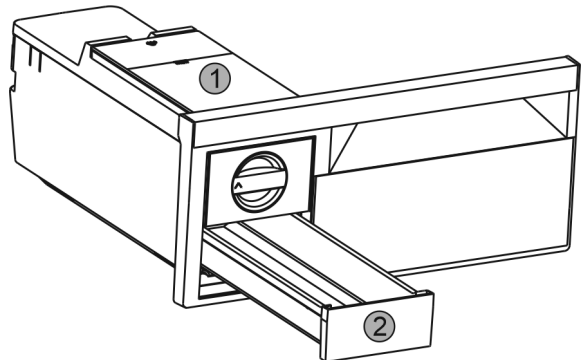

Fig. 49
- ▶ Odoberte nádržku na vodu Fig. 49 (1) a zásuvku na kocky ľadu Fig. 49 (2).